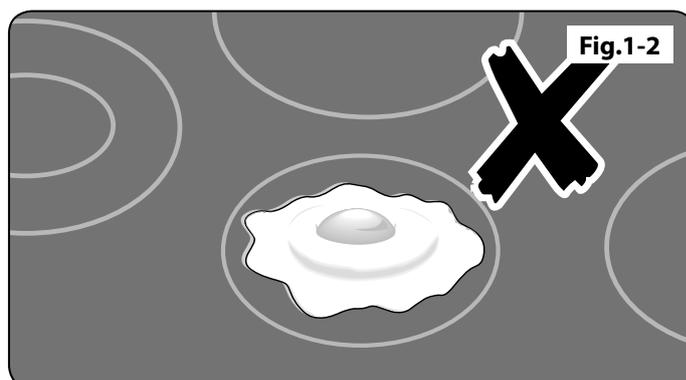

Fig.1-2
- ⚠ **Ne faites jamais cuire des aliments à même la table de cuisson (Fig.1-2).**